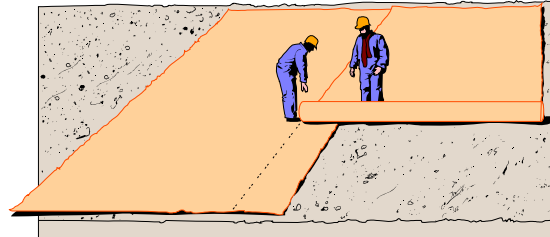

Figura 6 Colocación del Geotextil
- Asegurar que se respete el traslape mínimo entre las secciones de geotextil. Ver Figura 6.